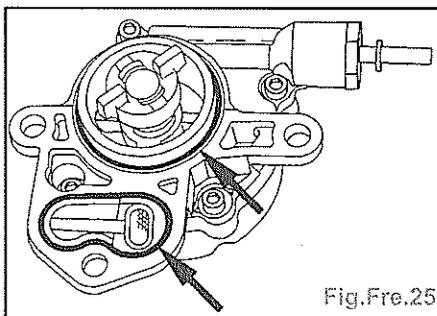

Fig.Fre.25
- Débrancher la prise de dépression en «a» (Fig.Fre.25).
- les vis (2),
- l'écrou (3),
- la pompe à vide (4).
- Fig.Fre.25